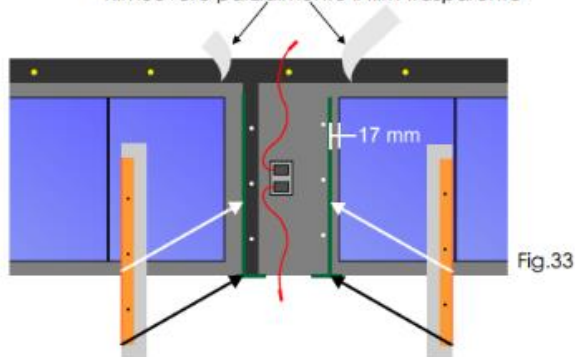
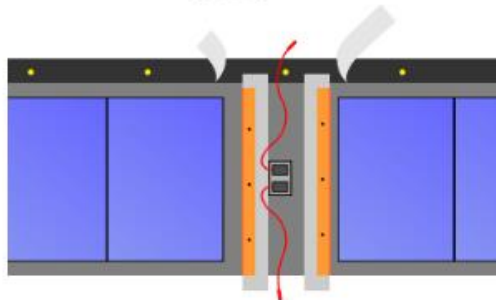

Fig.33
Fig.34
- Rimuovere parzialmente il film trasparente della Tegolosolar in corrispondenza della giunzione (fig. 33)
- Rimuovere la protezione dalla fascia butilica preaccoppiata ai profili ad L. Posizionare gli stessi facendo coincidere i fori del profilo con i chiodi che fuoriescono da Tegosolar (fig. 33). In tale fase aver cura che la fascia butilica aderisca completamente e sigilli il giunto (fig. 34).